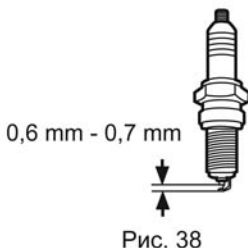

Рис. 38
- > Проверьте зазор свечи. Он должен составлять 0,6—0,7 мм (рис. 38).